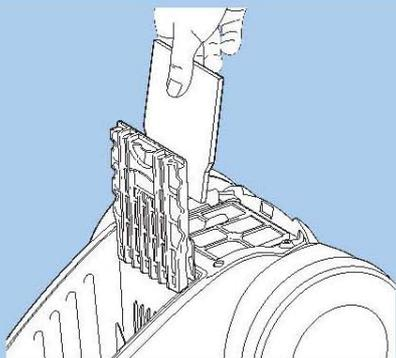

Рисунок 8
- 21 A pre-motor filter is included with each package of replacement bags. It is a good idea to replace the filter (see Fig. 8) when you install the last bag from your replacement bag package. Slide the filter frame upward and remove the dirty filter. Install a clean filter and slide the frame back into place.
- 21 Фильтр, расположенный перед двигателем, поставляется с каждым пакетом сменных мешков. Рекомендуется заменять этот фильтр (см. Рис. 8) при установке последнего мешка из пакета со сменными мешками. Выдвиньте вверх решетку фильтра и выньте грязный фильтр. Поставьте чистый фильтр и решетку фильтра на место.
- 21 Se incluye un prefiltro del motor con cada paquete de bolsas de reemplazo. Es buena idea reemplazar el filtro (vea la Fig. 8) cuando instala la última bolsa de su paquete de bolsas de reemplazo. Deslice el bastidor del filtro hacia arriba y retire el filtro sucio. Instale un filtro limpio y deslice el bastidor a su sitio.